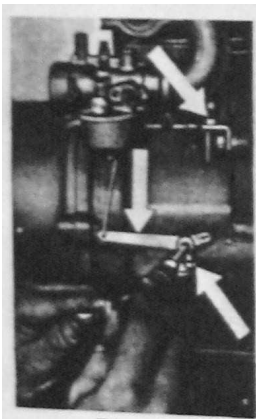

Fig. 47
1. Reglergestänge mit Reglerhebel (Fig. 47, Mitte) am Vergaser einhängen.
4. Klemmschraube (Fig. 47, unten) anziehen. Der Regler muß leicht gangbar sein.
Durch Herausschrauben der Regulierschraube (Fig. 47, oben) wird die Reglerfeder gespannt (höhere Drehzahl); durch Einschrauben der Regulierschraube wird die Reglerfeder entspannt (niedrigere Drehzahl).
1. Connect governor linkage with governor lever (Fig. 47, centre) with carburettor.
4. Tighten clamp screw (Fig. 47, bottom). The governor should operate easily.
By screwing out the set screw Fig. 47, top, the governor spring is tensioned which results in a higher speed. Screwing in of the set screw slackens the governor spring which results in a lower speed.